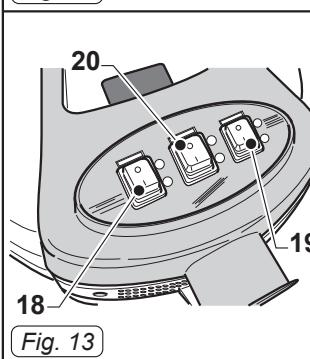
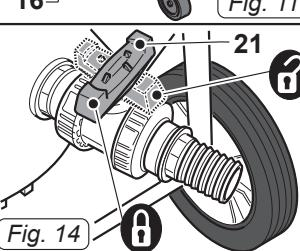

Fig. 13
Fig. 14
- A seconda della potenza richiesta è possibile avviare un solo motore premendo l'interruttore (18 Fig. 13) su "1" oppure entrambi gli interruttori (18-19 Fig. 13) se è richiesta una maggiore forza aspirante. Con interruttore premuto il relativo pulsante si illumina.
- Per avviare la pompa premere il pulsante (20 Fig. 13) dopo aver controllato che il rubinetto (21 Fig. 14) di scarico sia aperto.